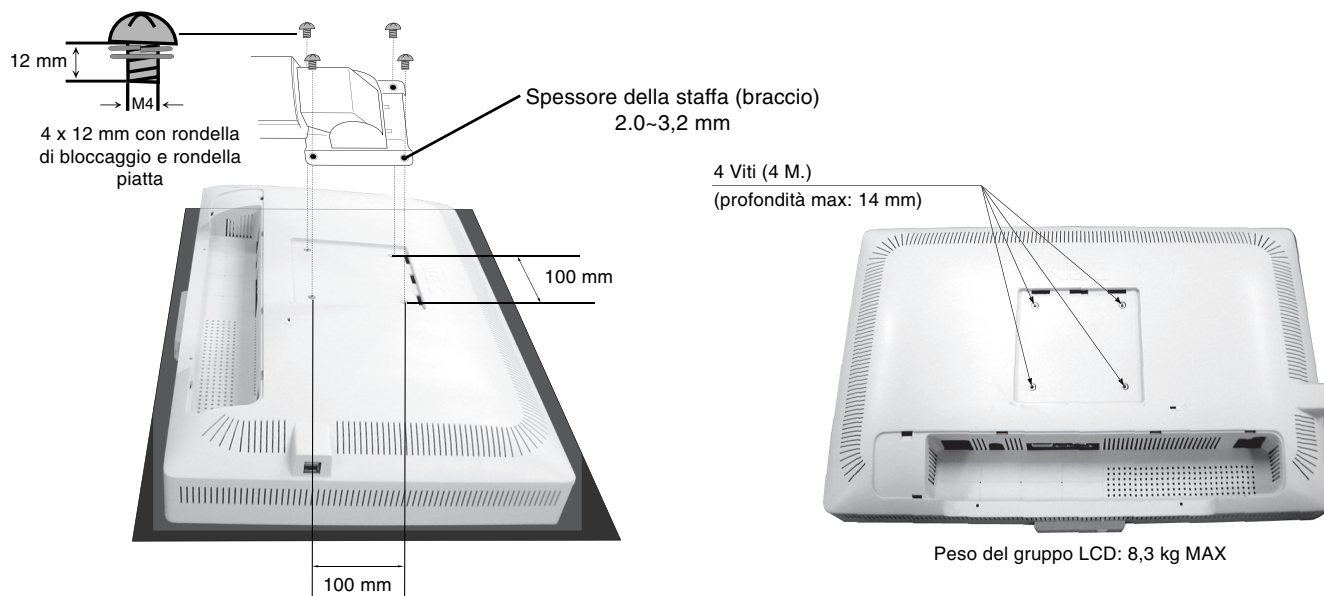

Figure F.1
2. Utilizzare le 4 viti per fissare il braccio al monitor (**Figura F.1**).